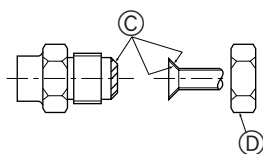

Fig. 4-1
4.2. Σωλήνες σύνδεσης (Fig. 4-1)
- Ⓐ (Fig. 4-1)
- Ⓑ (Fig. 4-1)